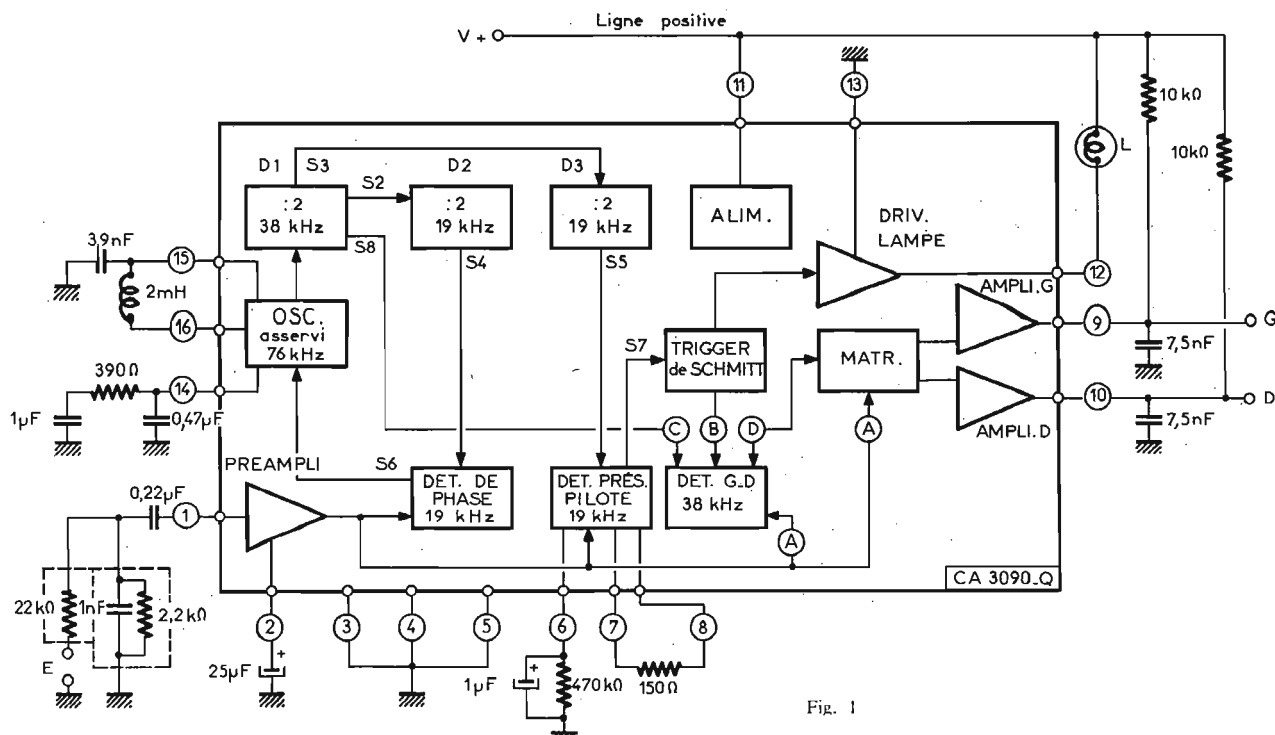

Fig. 1
Il suffira de consulter le schéma fonctionnel de la figure 1 qui donne également le branchement de tous les éléments extérieurs (dits « discrets ») aux points de terminaison 1 à 16.
L'analyse rapide du fonctionnement du circuit intégré, monté en décodeur selon le schéma de la figure 1, peut s'effectuer en partant de l'entrée du signal provenant du détecteur du tuner FM, cette entrée étant au point 1 du CI. Celle du décodeur est désignée par E
Le signal du point 1 est transmis (voir figure 1) à un préamplificateur à faible distorsion. Le point 2 est prévu pour un découplage, effectué avec un condensateur de $25 \mu\text{F}$, tandis que le point de sortie de ce préamplificateur est relié au détecteur de phase « 19 kHz » et au détecteur G-D « 38 kHz ». Ce signal (A) est toujours le signal composite mais amplifié.